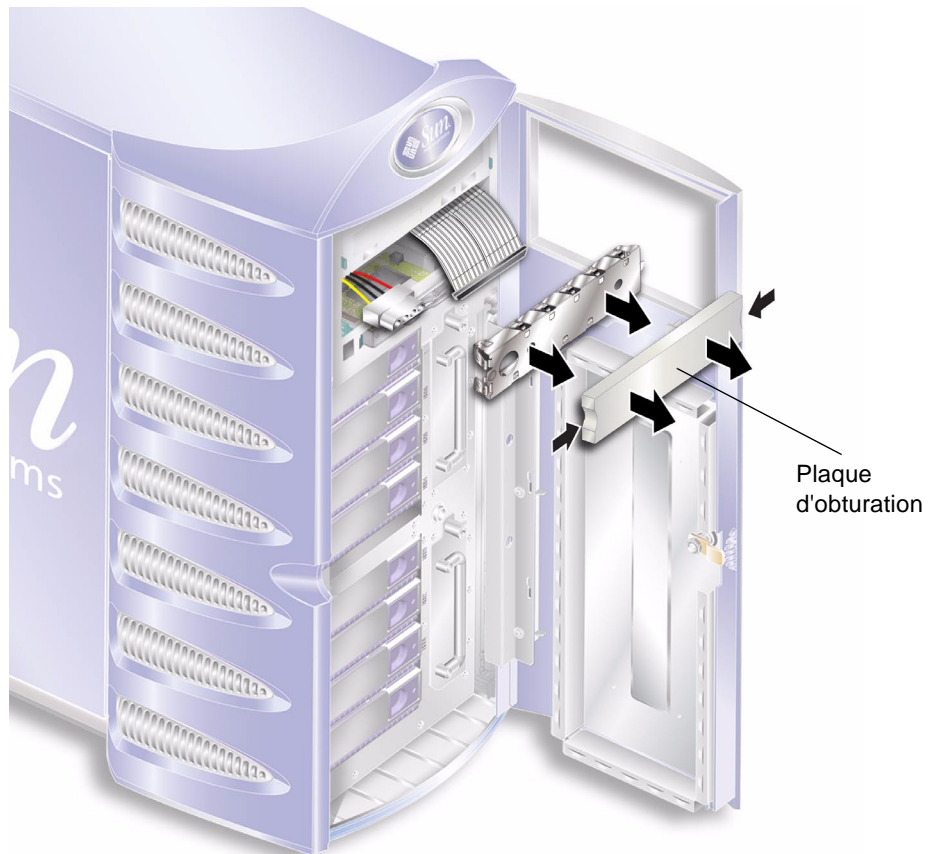

FIGURE 1-27 Retrait de la plaque d'obturation
4. Retirez la plaque d'obturation. Voir la FIGURE 1-27.